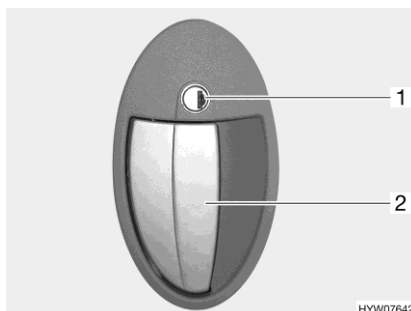

Bild 31 Dörrlås (bodelsdörr, utsidan)
- Stick in nyckeln i låscylindern (Bild 31,1) och vrid den medurs tills dörrlåset låses upp.
- Drag i dörrhandtaget (Bild 31,2). Dörren är öppen.
- Stick in nyckeln i låscylindern (Bild 31,1) och vrid den moturs tills dörrlåset har låsts.